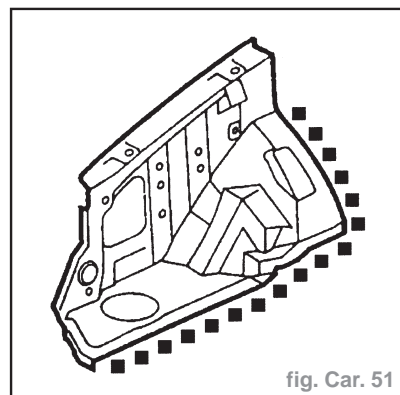

fig. Car. 51
- Préparer et nettoyer les faces d'assemblage de panneau. Poinçonner ou percer des trous pour le soudage en bouchon dans le panneau neuf, comme illustré (fig. Car. 51).